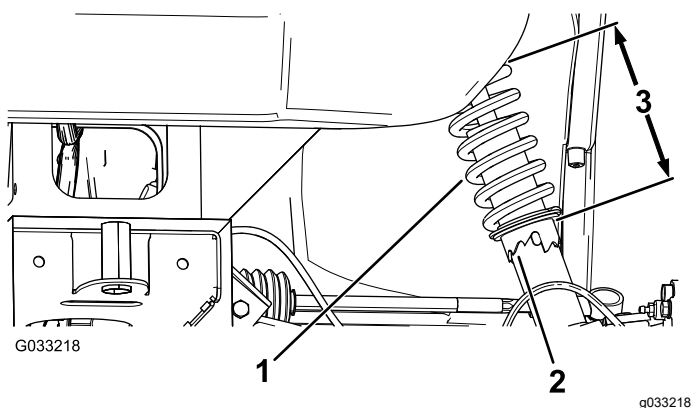

Figure 52
2. Si le carrossage des roues n'est pas correct, utilisez la clé à ergots pour tourner le collet sur l'amortisseur et orienter la roue correctement (Figure 52).